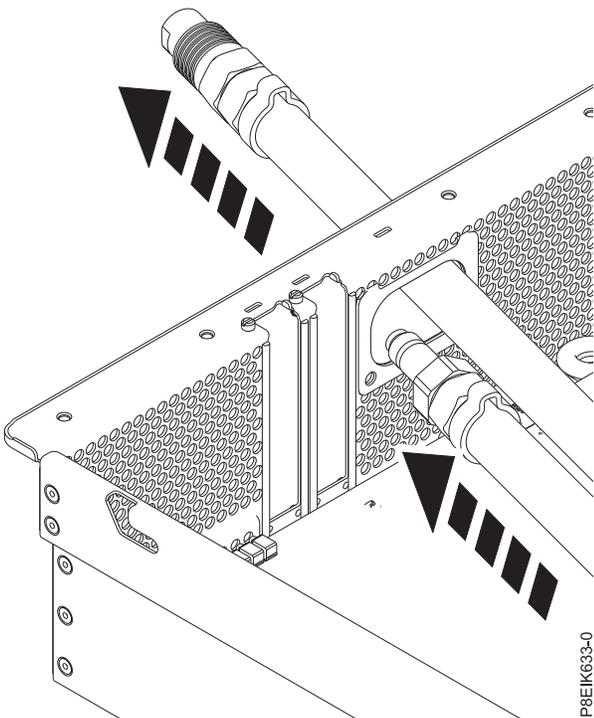
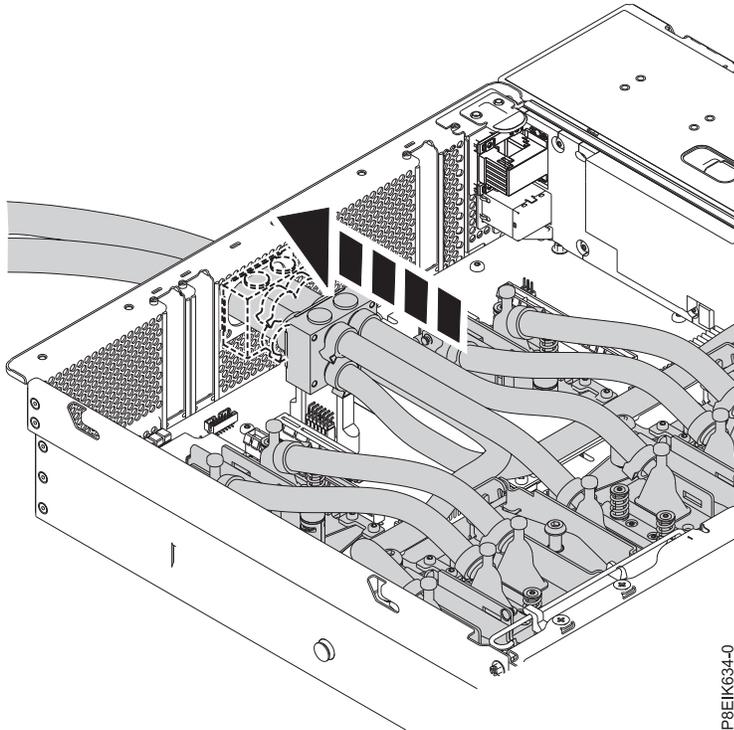

図 43. 冷却水コネクタを一度に 1 つずつ背面の隔壁に通す
図 44. ホースの取り替え
8. ホースをシステムの背面の隔壁に通します (図 43 および 37 ページの図 44 を参照)。